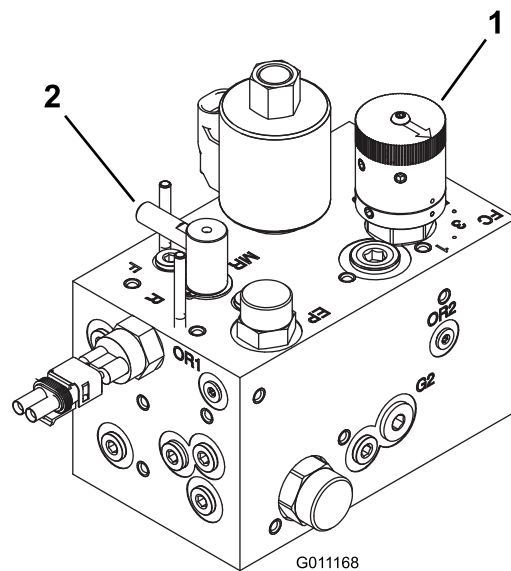

Figura 41
2. Rode o manípulo de controlo da velocidade dos cilindros (Figura 41) para o número de definição determinado no passo 1.